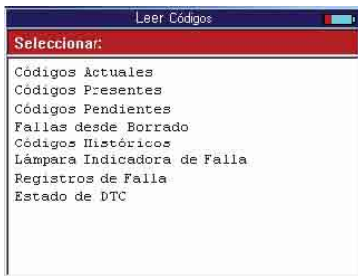

Figura 6.4: Ejemplo Pantalla de Menú Leer Códigos (Read Codes)
- Si aparece la pantalla Leer Códigos (Figura 6.4), consulte el paso 4.